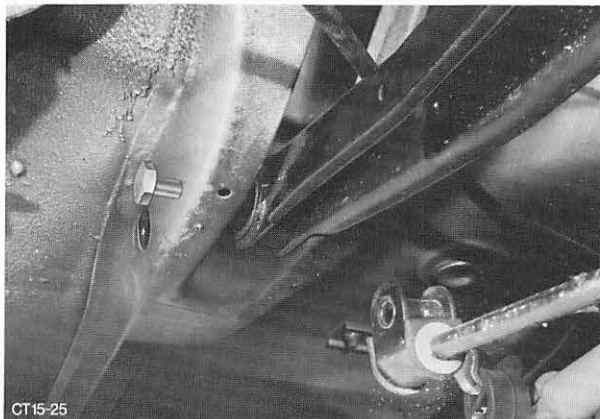

Abb. 35 Längslenker an Bodengruppe und Hinterachse montieren
6. Längslenker an Bodengruppe und Hinterachse montieren, dabei Schrauben von außen nach innen einführen, Abb. 35. Muttern **noch nicht festziehen**. Handbremsseil befestigen.